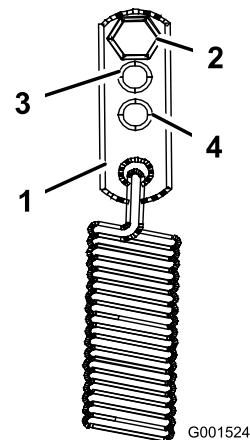

Figura 42
3. Per condizioni di servizio più gravose, spostate gli ancoraggi delle molle nella posizione di servizio medio o pesante (Figura 42). Gli ancoraggi delle molle sono fissati all'angolo posteriore superiore degli schermi della trasmissione idraulica sui lati sinistro e destro della macchina.